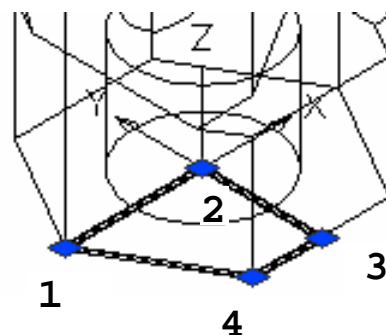

Рис. 5.49
55. Кнопкой **Полилиния** (Polyline)  панели **Рисование**(Draw) вычертить замкнутый контур (рис. 5.49) с привязкой: